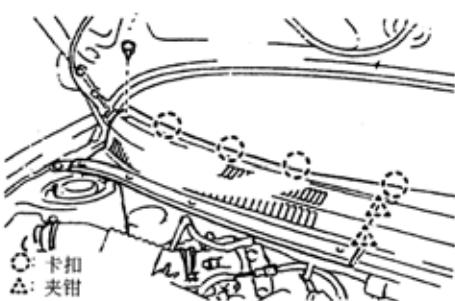

图 9-139
5) 拆下发动机罩右侧通风孔百叶窗。用卡扣拆卸工具，拆下 3 个夹钳，松开 4 个卡扣，然后拆下发动机罩右侧通风孔百叶窗，如图 9-139 所示。